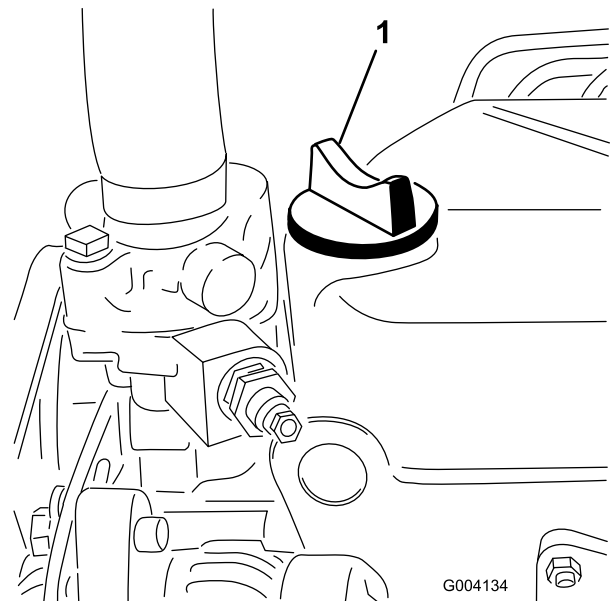

Bild 24
5. Wenn der Ölstand unter der Voll-Markierung liegt, nehmen Sie den Fülldeckel ab (Bild 24) und gießen Sie genug Öl ein, um den Ölstand bis zur Voll-Markierung anzuheben. **Füllen Sie nicht zu viel ein.**